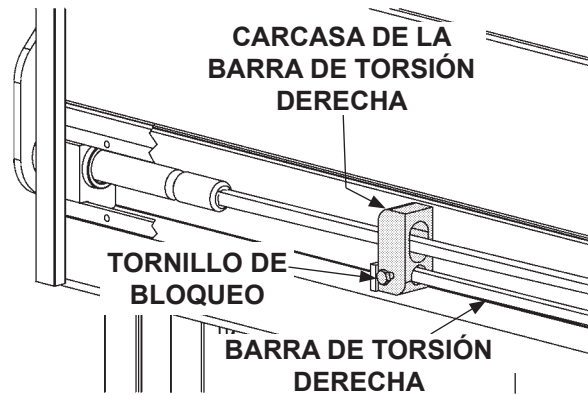

FIG. 24-1
4. Afloje el tornillo de bloqueo en la carcasa de la barra de torsión derecha (**FIG. 24-1**).